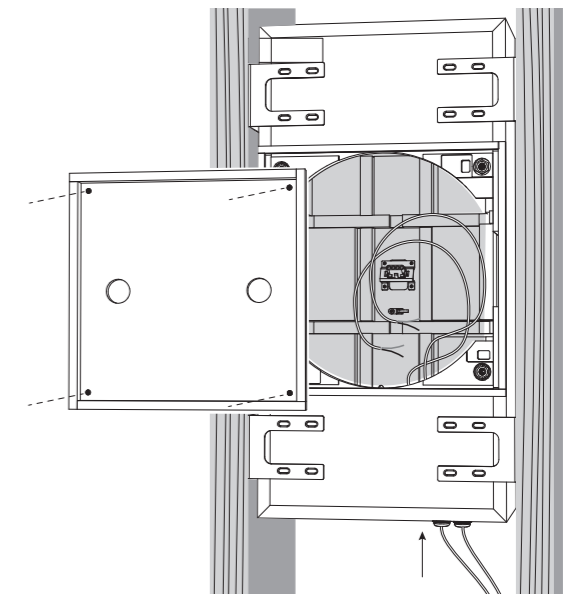

Fig. 3. Speaker Wire Installation.
1. Remova a tampa da parte traseira da lata, despertando os quatro parafusos que a prendem no lugar (Fig. 3).
2. Instale o fio do alto-falante através de um dos prensa-cabos e deixe folga suficiente para fazer as conexões (Fig. 3). Aperte o prensa-cabo e prenda o cabo do alto-falante para evitar que ele se mova e chacoalhe durante a operação. Certifique-se de que o cabo do alto-falante não entre em contato com pregos ou parafusos que possam danificar o isolamento. Um segundo prensa-cabo é fornecido para permitir que um segundo cabo de alto-falante seja instalado.